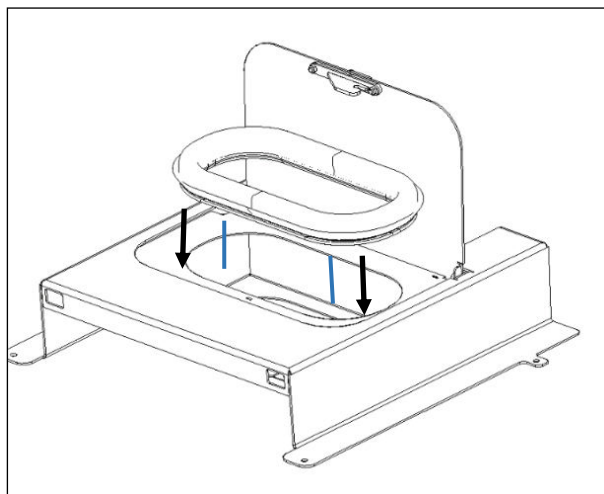

Figure 51 - Mise en place du joint d'étanchéité en caoutchouc sur le couvercle supérieur
d) Placez le caoutchouc enlevé au point C sur le couvercle supérieur se trouvant dans le kit 1, illustré sur la Figure 51.